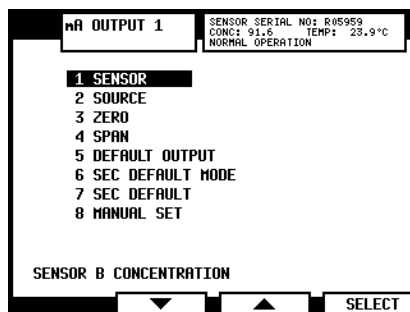

Figura 6.6 El menú Output para mA Salida 1
- Seleccionar la salida mA, 1 o 2, para llegar al menú Output (Figura 6.6 abajo) en donde se puede configurar la salida.
Nota: La línea en la parte inferior de la pantalla del menú Output indica la configuración actual de la salida mA seleccionada, por ejemplo en la Figura 6.6 la salida mA 1 se configuró para enviar la lectura de concentración del Sensor B.